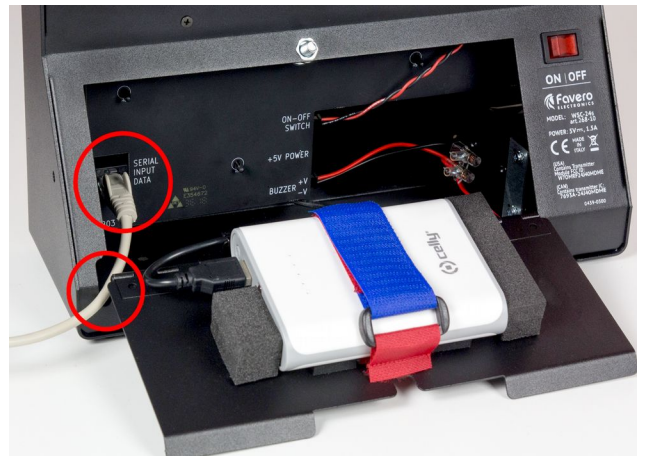

Fig. 2.2: Raccordement du câble de données série.
- Fermez le couvercle (Fig. 2.2).